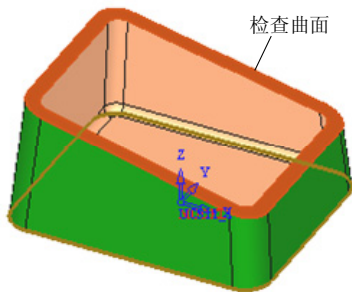

图 5-174 选择检查曲面 (2)
- 在“几何”框中勾选“检查曲面”复选框，并单击该按钮，选择如图 5-174 所示的曲面为检查曲面，然后单击鼠标中键确定，返回“侧刃铣控制面板”对话框。